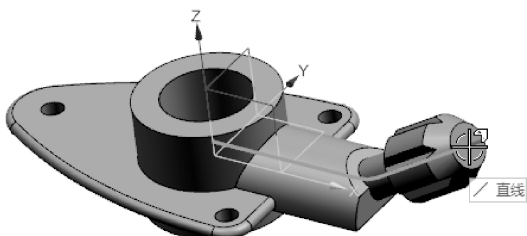

图 3-114 选取管道路径
- 在【曲面】选项卡【曲面】组【更多】命令库中单击【管】按钮，打开【管道】对话框。选取上步骤绘制的曲线作为管道路径，如图 3-114 所示。